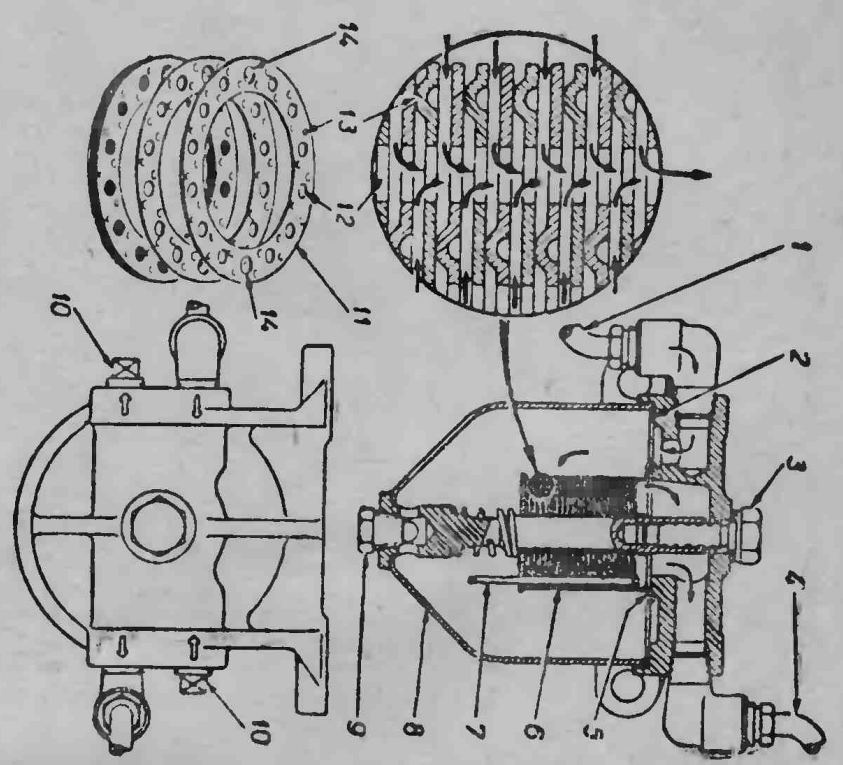

Рис. 11. Бензиновый фильтр-отстойник.
**Бензиновый фильтр-отстойник** (рис. 11) укреплен к левому толкатору рамы кабины. Фильтрующий элемент отстойника состоит из бахляшного числа датунных пластин 11 толщиной 0.14 мм. Пластин 11 имеют высоту 13 высотой 0.05 мм, поэтому между пластинками остаются щели шириной в 0.05 мм и в отверстия 12 проходят только чистый бензин, а частички песка и грязи задерживаются.